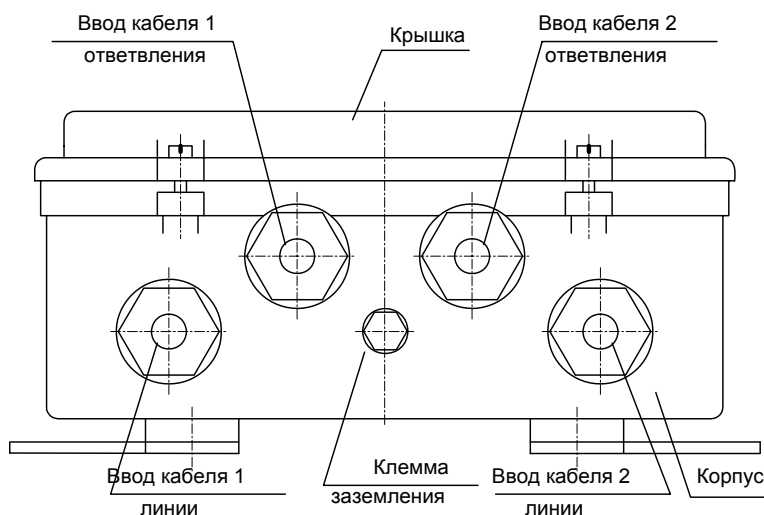

Рис.3
4.2 Разметка для крепления КСУ на поверхностях (стена, заграждение и т. д.) приведена на рисунке 2. Расположение вводов на рис. 3.
4.3 КСУ должна надежно заземляться. Проводник заземления подключается к клемме, расположенной в середине нижней части корпуса (рис. 3).